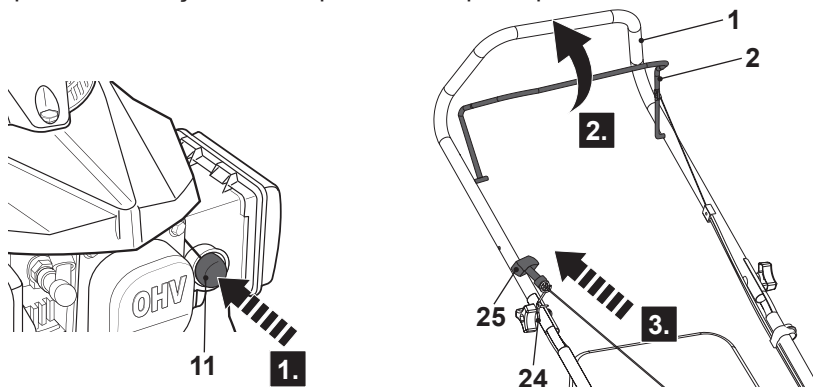

Fig. 16
1. Pressione o botão (11) 3 vezes (Fig. 16, passo 1).
2. Fique atrás do guidador superior (1).
3. Puxe a alavanca do freio (2) e segure-a contra o guidador superior (1) (Fig. 16, passo 2).
4. Puxe a alavanca do motor de arranque (25) levemente até sentir resistência e, em seguida, puxe-a rapidamente. Faça isso repetidamente até que o motor dê partida (Fig. 16, passo 3).
5. Apoie o punho do arranque de recuo (25) no gancho (24) localizado no lado direito do guidador superior (1).